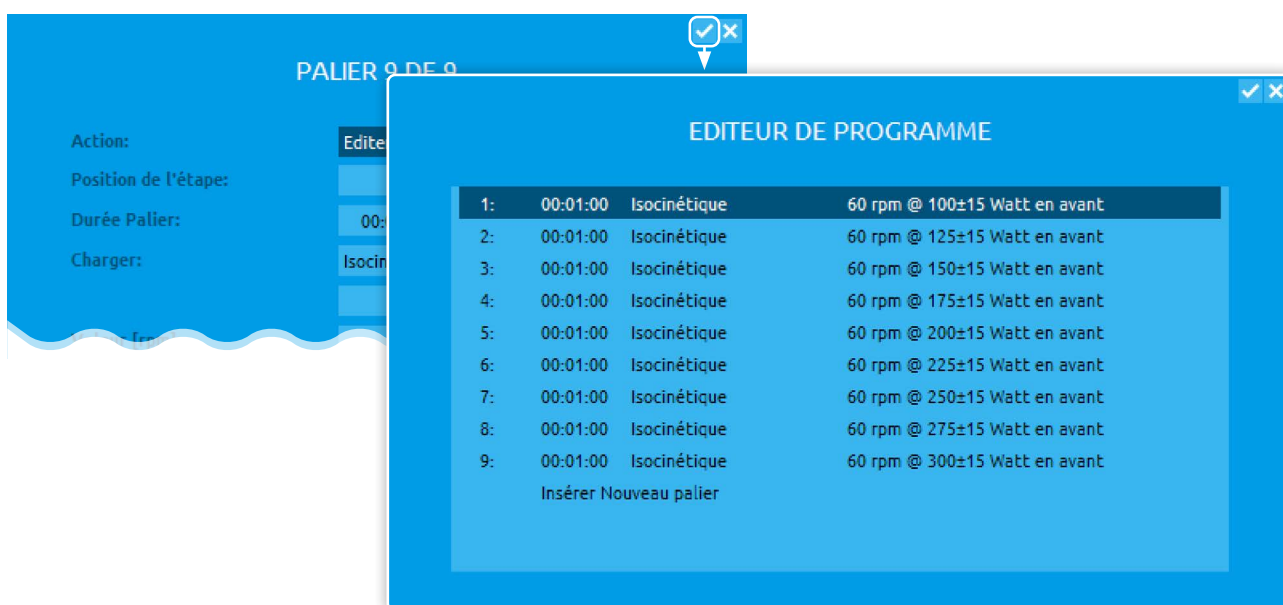

Figure 69 : Liste des 9 étapes du profil d'effort
- 5 La fenêtre du profil d'effort s'ouvre avec la liste de toutes les étapes (voir figure 69).